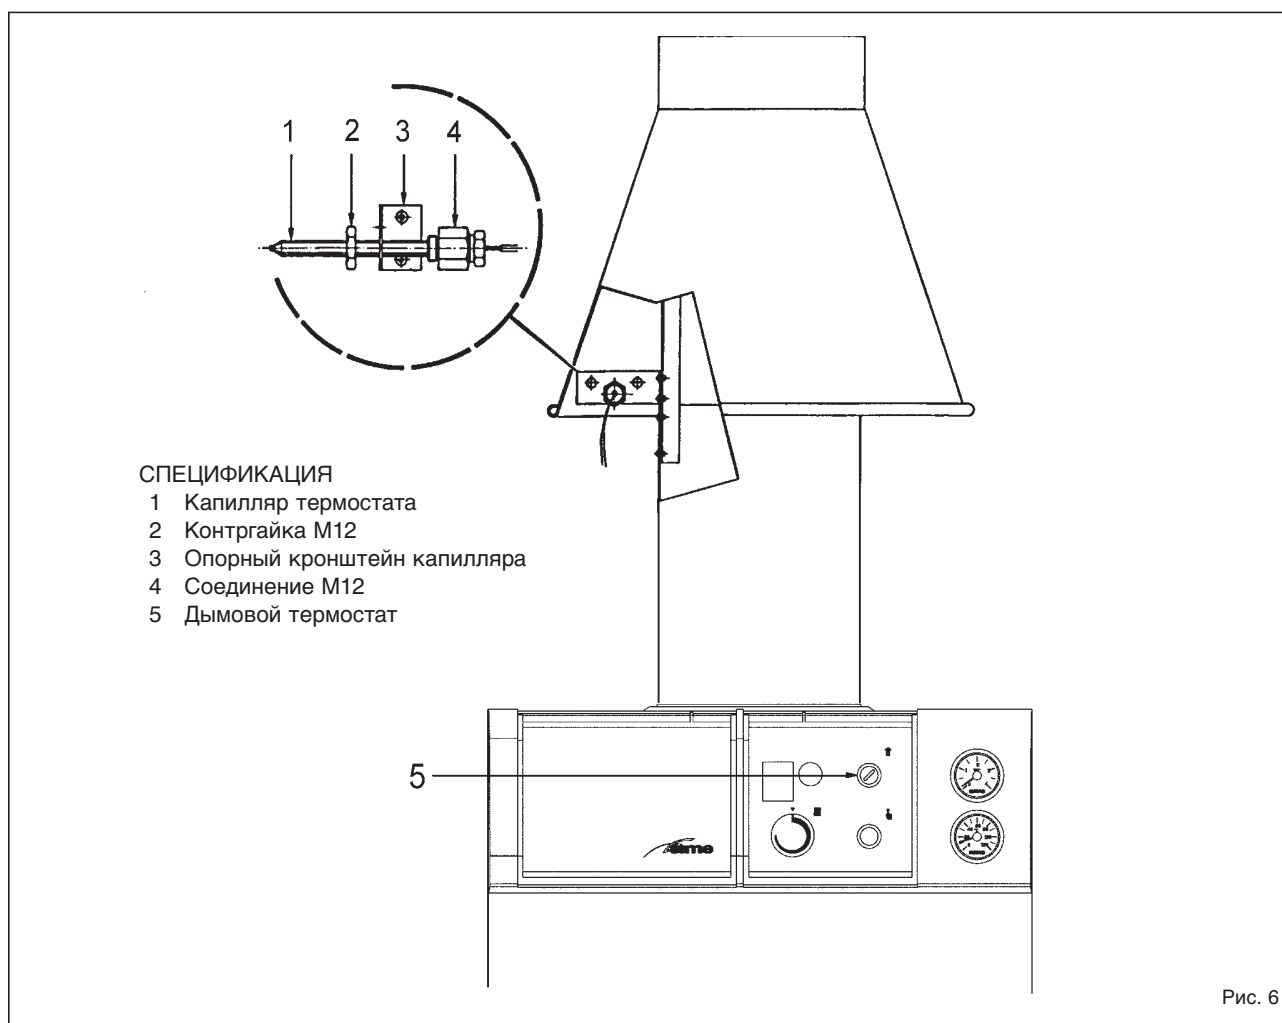

Рис. 6
3.1 УСТРОЙСТВО ПРОТИВОДЫМОВОЙ ЗАЩИТЫ (Рис. 6)